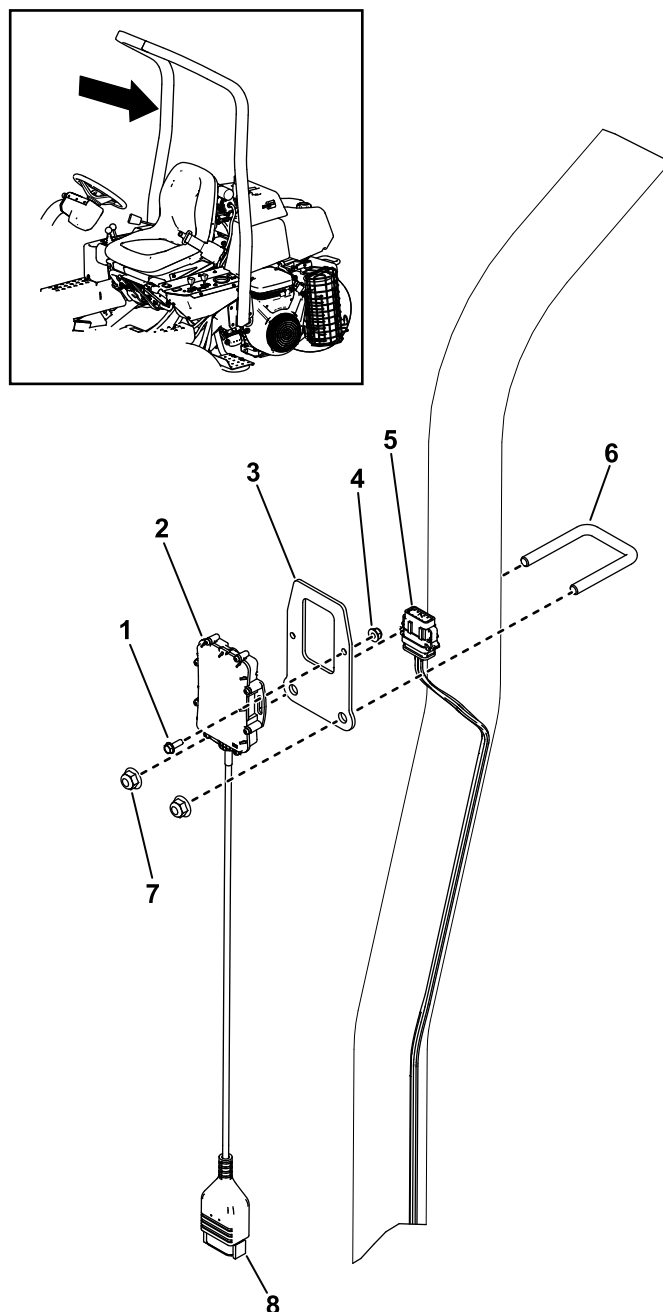

Figure 5
1. Fixez le support du dispositif sur l'arceau de sécurité (Figure 5) à l'aide d'étrier fileté et de 2 écrous (3/8").
2. Branchez le connecteur du dispositif sur le connecteur du faisceau du dispositif télématique étiqueté P02 (Figure 5).
Avec 2 boulons (n° 10) et 2 écrous (n° 10), fixez le dispositif télématique sur son support (Figure 5).